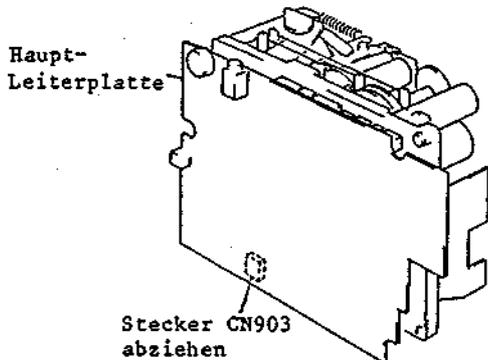

Abb. 2-62 Ausbau des Lademotors
(Abb. 2-62, 2-63)
1. Den Stecker CN903 abziehen (siehe Abb. 2-62).